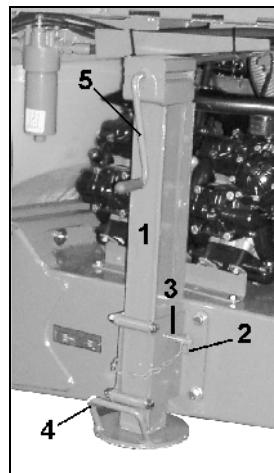

Fig. 41
- Støttefoten er løftet under bruk eller transport (Fig. 41).
1. Løsne splinten (Fig. 41/2).
2. Trekk ut bolten (Fig. 41/3).
3. Løfte/senke støttefoten ved hjelp av håndtaket (Fig. 41/4).
5. Støttefoten løftes/senkes mer med håndsveiven (Fig. 41/5).